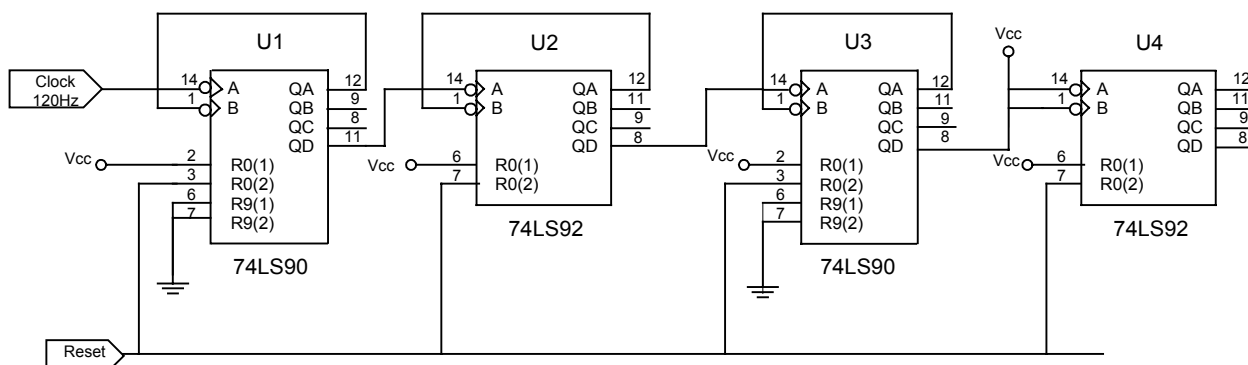

Figure 3
- Monter uniquement le premier 7490 U1 de la figure 3 et ajuster pour l'instant la fréquence d'entrée à 10 KHz.